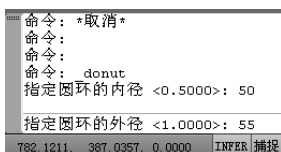

图 4.55 指定内径、外径
(1) 启动 AutoCAD 2012 后, 在【常用】选项卡中, 展开【绘图】面板, 选择【圆环】按钮 , 然后输入圆环内径为 50、外径为 55, 如图 4.55 所示。